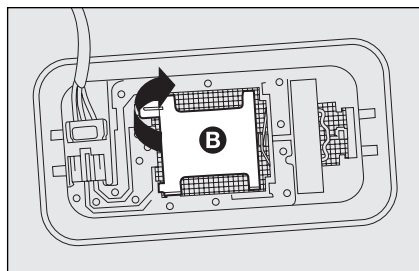

fig. 41
- ☐ aprire il coperchietto **B-fig. 41** come indicato;